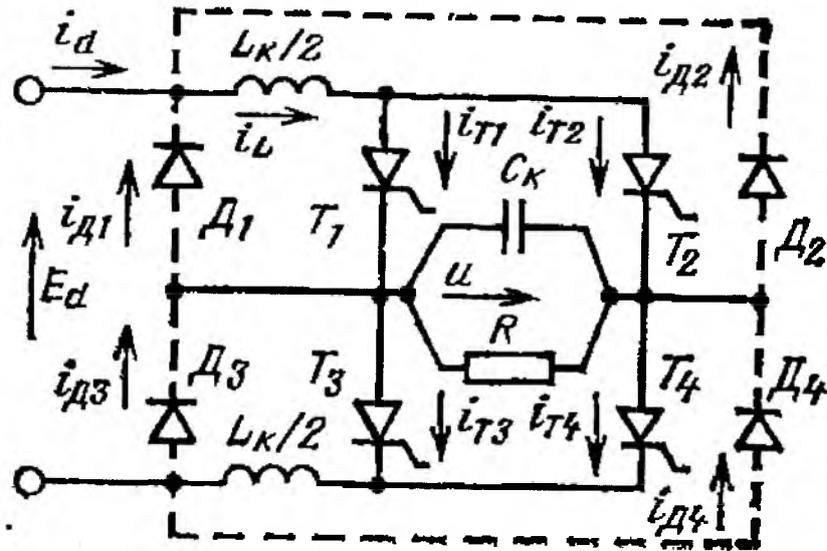

Рис. 20. Схема однофазного мостового инвертора, работающего на активную нагрузку
24. Однофазный мостовой инвертор питает нагрузку с сопротивлением  $R = 1$  Ом (рис. 20). Время восстановления запирающей способности тиристора  $t_{вос} = 50$  мкс, допустимый максимальный ток  $I_{макс.к} = 20$  А. Определить параметры элементов цепи коммутации, если  $E_d = 10$  В,  $f = 10$  Гц. Проверить, удовлетворительно ли работает цепь коммутации, когда обратные диоды ограничивают напряжение. Проверку затухания тока произвести для случая, когда падения напряжения на обратных диодах и тиристорах не зависят от тока и равны: